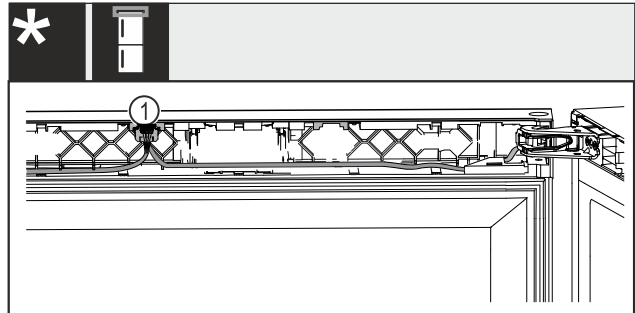

Fig. 46 Für Wein-Gefrier-Kombinationen*
- ▶ Stecker Fig. 46 (1) in die Führung einrasten.*